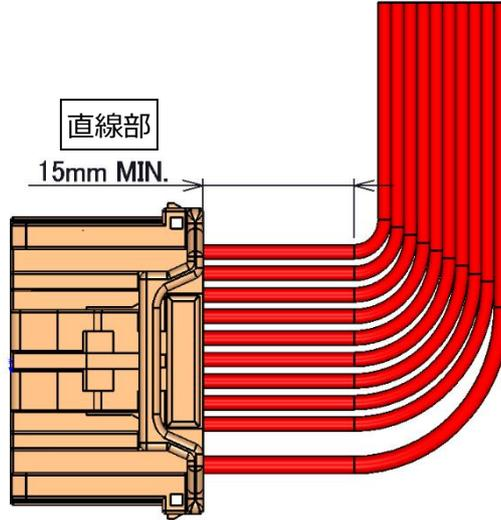

図 45.電線引き出し方法
- ①電線を横に引き出す場合は、ハウジングホールの中でメス端子が傾いたり、メス端子と側壁に過度な力が掛からない様に、図 45 に示すように直線部(最低 15mm)を設けて下さい。
- ②直線部を設け、任意の R で電線を曲げて横方向に引き出して下さい。